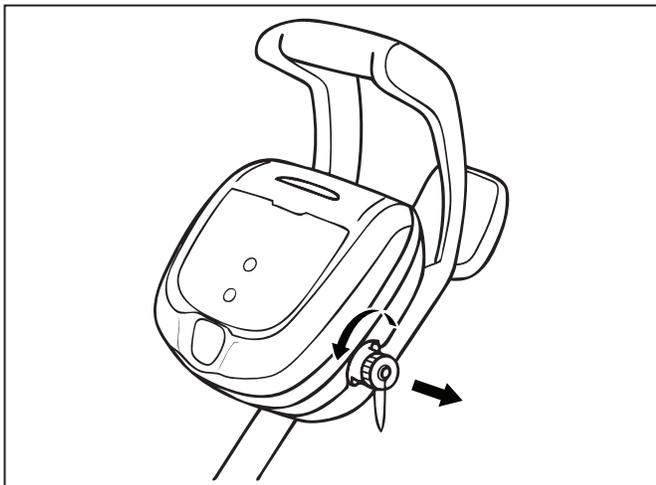

Figura 10. Quite la tapa protectora
- **Estados Unidos:** De acuerdo con los requisitos del NEC®, mantenga la unidad de control por lo menos a (5) pies (1,5 m) del borde de la piscina. **CANADÁ:** De acuerdo con los requisitos del CEC, mantenga la unidad de control por lo menos a tres (3) metros (10 pies) del borde de la piscina.
1. Desenrosque la tapa protectora para el cable flotante del lateral de la unidad de control girándola en sentido antihorario (Figura 10).